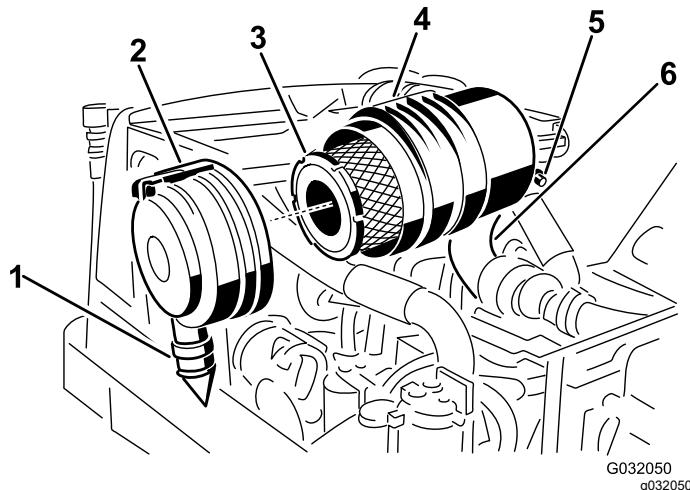

Figure 47
2. Déposez le préfiltre (Figure 47).
3. Remplacez le préfiltre (Figure 47).
positions 5:00 et 7:00 heures vu de l'extrémité, puis verrouillez-le en place (Figure 47).